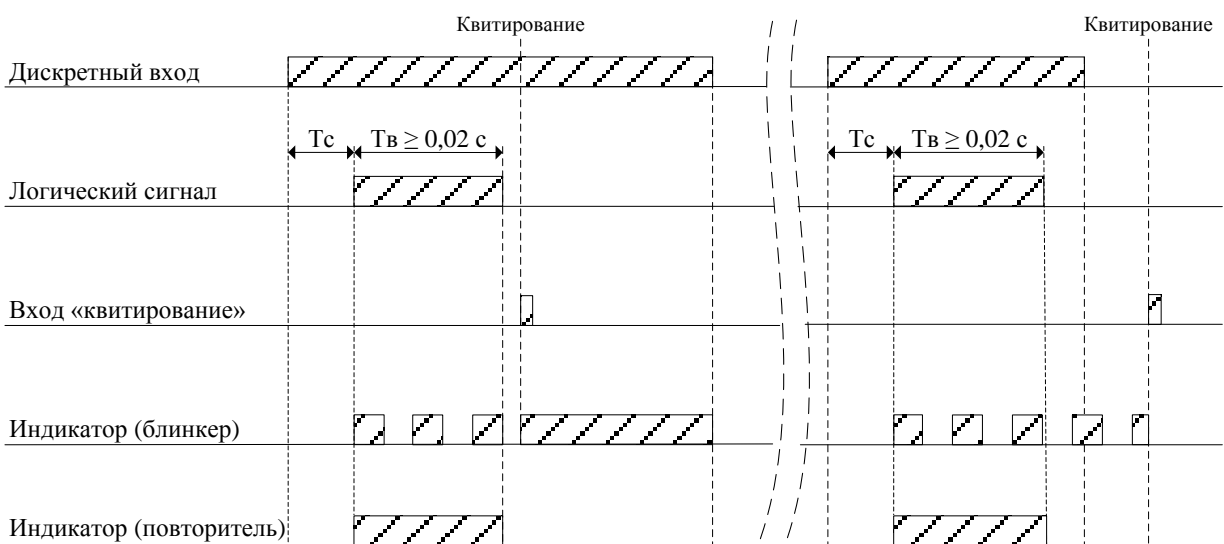

Рисунок 1.8 – Тип сигнала «ФРОНТ» и его квитирование
- импульсный с фиксацией на фронте импульса «ФРОНТ» (рисунок 1.8);